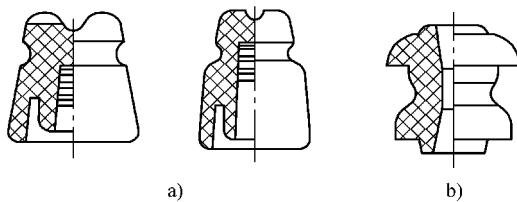
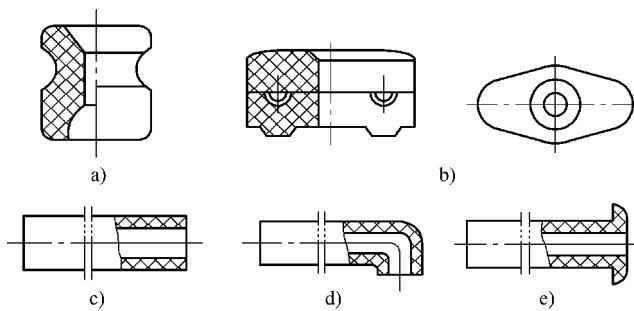

图 2-34 低压架空线路用绝缘子
图 2-35 低压室内线路用电瓷件
⑥ 电瓷件。用各种陶瓷材料制成的输配电用的绝缘子、绝缘套管、灯座、开关和插座等零件都是电瓷件。低压架空线路用的绝缘子有针式绝缘子和蝴蝶形绝缘子，在电压为500V以下的交流和直流架空线路中作固定导线用，见图2-34。低压室内线路用的电瓷件有鼓形绝缘子、瓷夹板和瓷管。在电压为500V以下的交流和直流户内线路上作固定导线用，见图2-35。